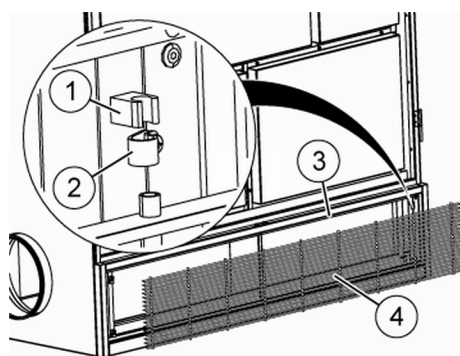

Abb. 53: Luftgitter
- 45. Luftgitter (Abb. 53/4) in die Luftaustrittsblende (Abb. 53/3) montieren. Dazu das Luftgitter (Abb. 53/4) in die Rohrclipse (Abb. 53/1) einstecken und mit den Rohrschellen (Abb. 53/2) festschrauben.